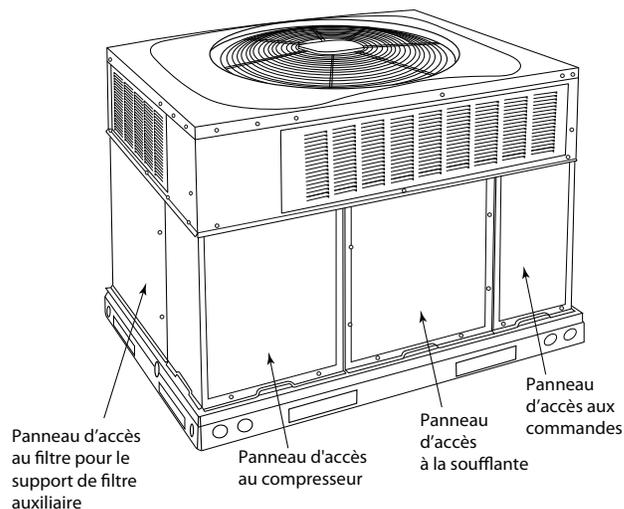
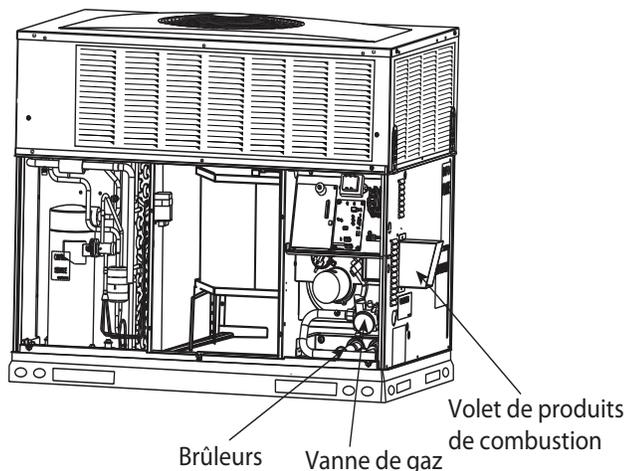
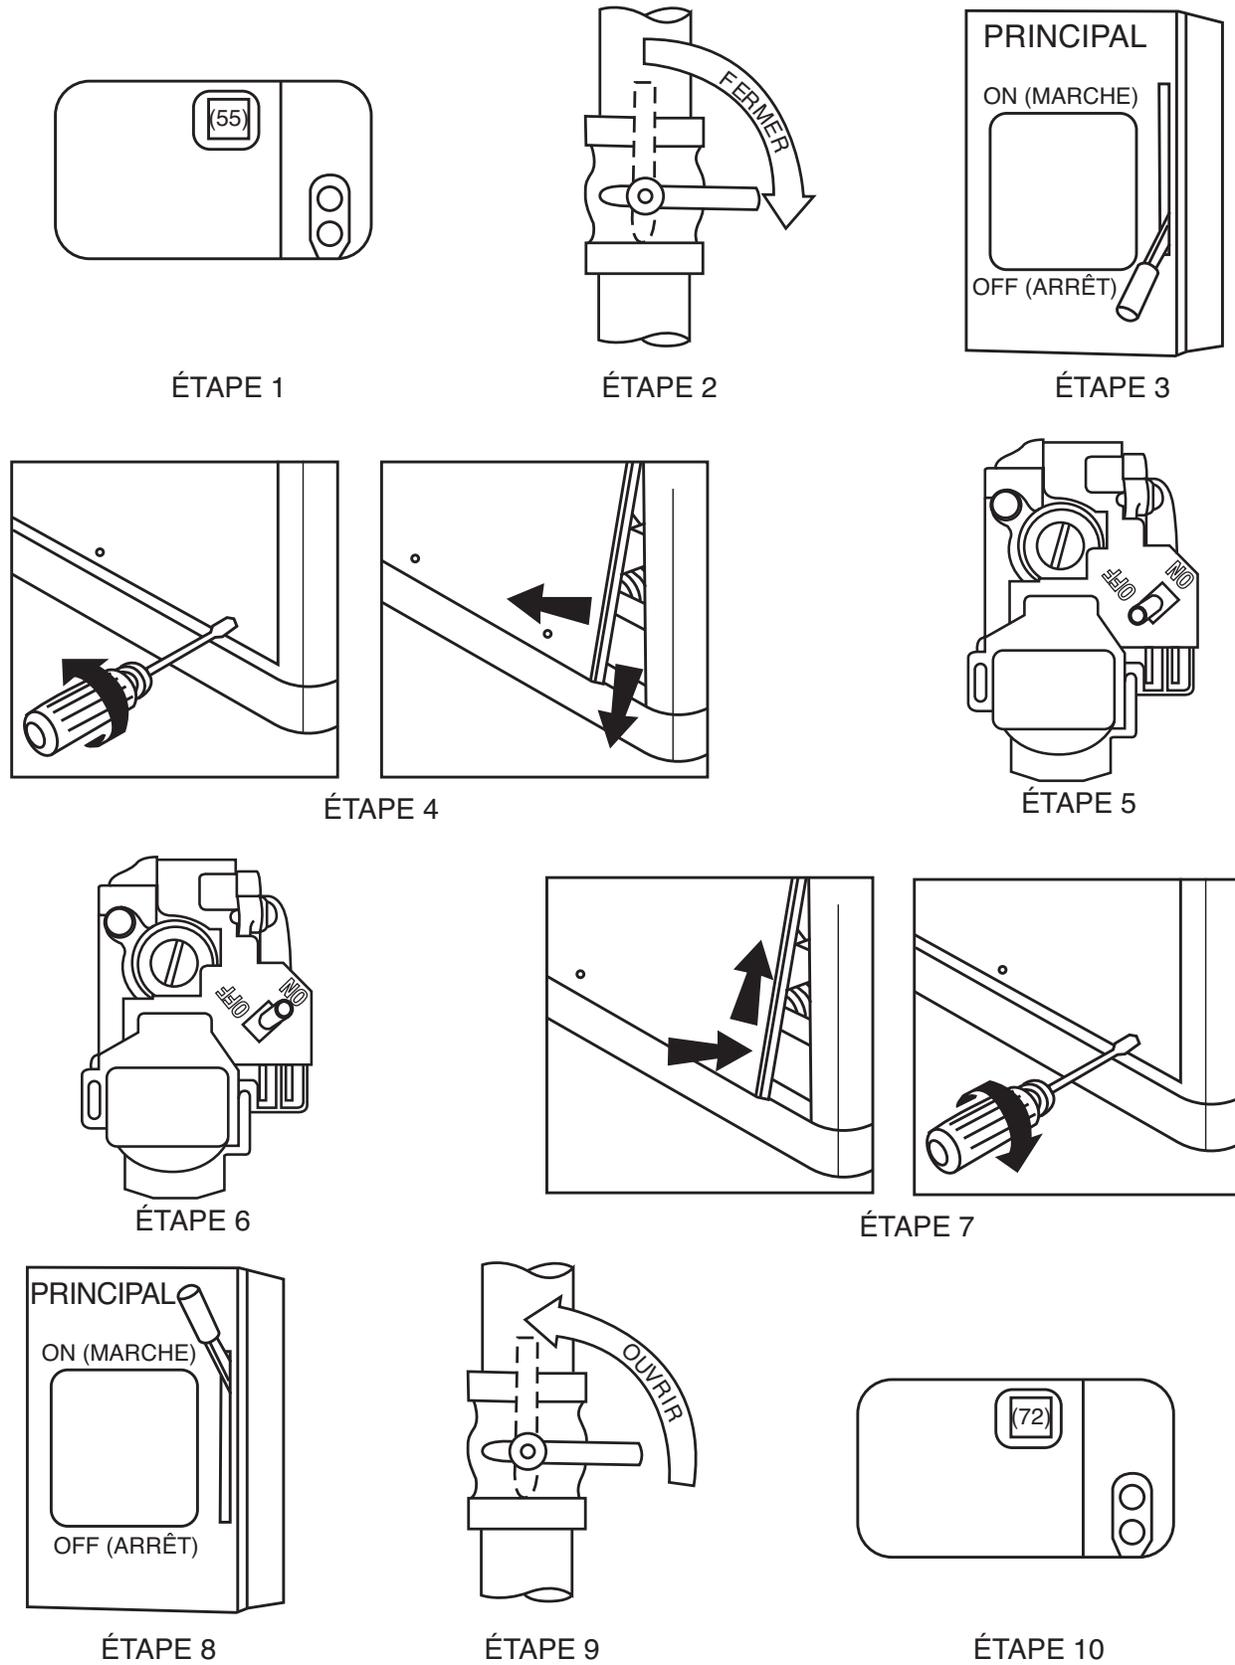

Figure 2 – Panneau d'accès de l'appareil
Figure 3 – Appareil de chauffage au gaz et de climatisation électrique avec panneau d'accès retiré A14490FR
Figure 4 – Pour démarrer l'appareil de chauffage au gaz
Consultez la Figure 2 pour connaître l'emplacement du panneau d'accès avant de l'appareil. Consultez la Figure 3 pour connaître l'emplacement du robinet de gaz. Consultez la Figure 4 pour effectuer les étapes suivantes.
4. Retirez le panneau d'accès de commande au moyen d'un tournevis à douille de 7,9 mm (5/16 po). (Voir la Figure 2.)
4. Retirez le panneau d'accès de commande. (Voir la Figure 2.)
Pour remplacer ou inspecter les filtres dans un support accessoire de filtre (consultez la Figure 2) :